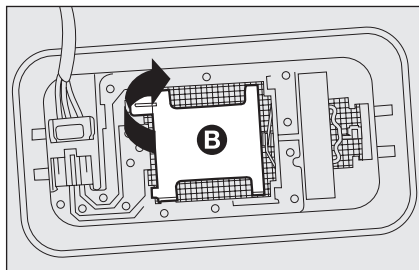

fig. 26
- ☐ ouvrez le capuchon **B-fig. 26** comme indiqué;